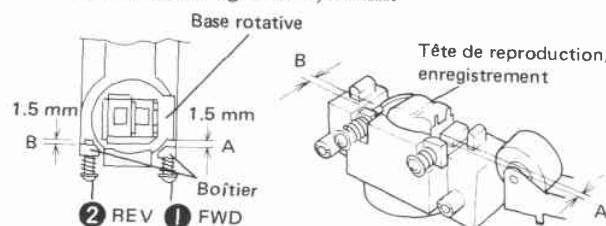

Fig. 11-2 Niveau de réglage de l'azimut
- Régler la vis d'azimut ① en utilisant un tournevis (-) comme indiqué sur la Fig. 11-2, 3 afin que la distance (B) entre le boîtier et la base rotative soit égale à 1,5 mm.
- Régler la vis d'azimut ② en utilisant un tournevis (-) comme indiqué sur la Fig. 11-2, 3 afin que la distance (B) entre le boîtier et la base rotative soit égale à 1,5 mm.